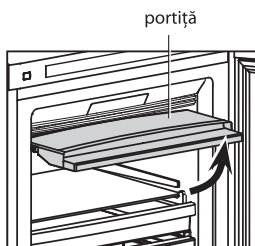

Figura 7
3.1 Pentru a încarca produsele pe raftul de sticlă de sus ridicați porțița până la fixarea ei în poziție orizontală cum vedeți în figura 7.